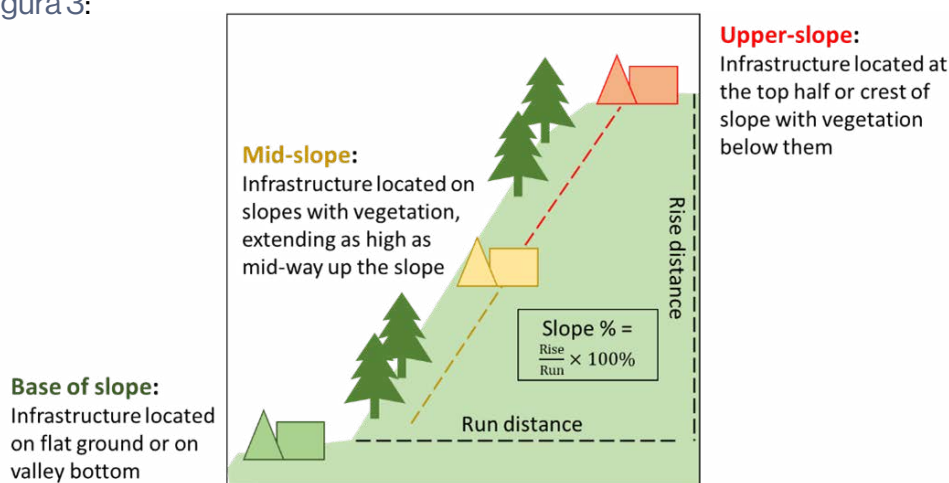

Figura 3: Esquema de la ubicación en relación a la pendiente.
2. Para obtener orientación sobre cómo evaluar la ubicación y la pendiente, consulte la Figura 3: